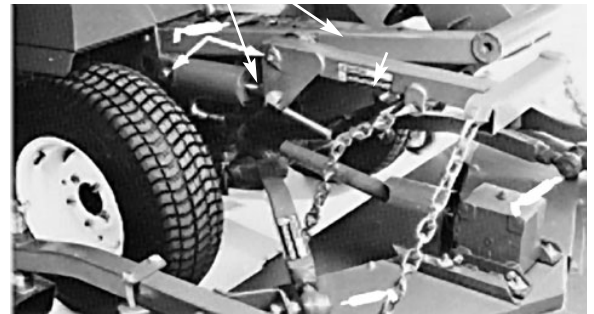

Figure 15
1. Lubrifiez les roulements et les bagues suivants du groupe de déplacement : arbre et chapes de la prise de force (3) (Fig. 15) ; pivots des bras de relevage (Fig. 15) ; rotules des bras de poussée droit et gauche (Fig. 15) ; bagues des pivots des bras de poussée (Fig. 16) ; logements de pivot de la prise de force (Fig. 17) ; bagues des pivots de freins (Fig. 18) ; biellette d'essieu (2) (Fig. 19)